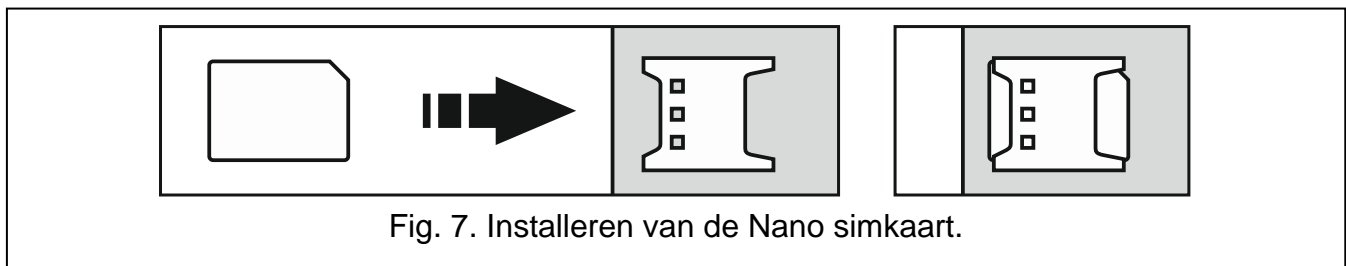

Fig. 7. Installeren van de Nano simkaart.
3. Plaats de simkaart(en) in de houder(s) (Fig. 7).